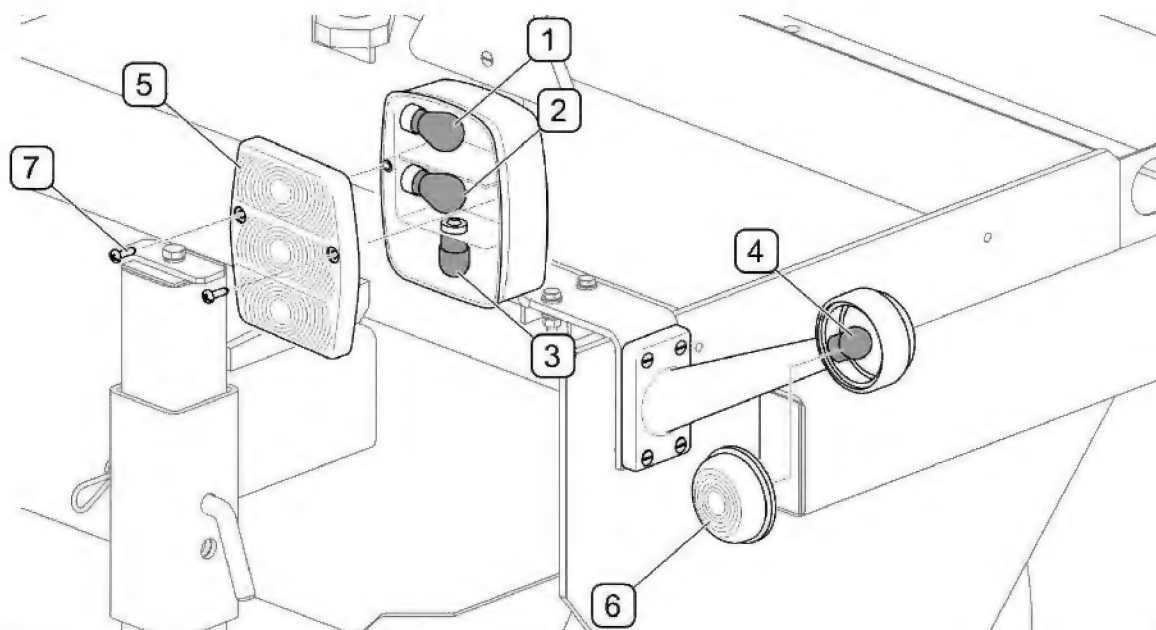

FIGURE 5.11A Remplacement des ampoules
L'entretien de l'installation électrique se limite au contrôle périodique du système d'arrosage et du système d'éclairage(en option). Après avoir connecté à la prise à 7 plots sur le tracteur, vérifier le fonctionnement des feux. En cas de brulure de l'ampoule dans la lampe incorporée, dévisser les vis(7) de fixation de la glace (5) de la lampe et remplacer l'ampoule (FIGURE 5.11A). Pour remplacer l'ampoule de la lampe de gabarit, retirer la glace (6) du boîtier élastique.